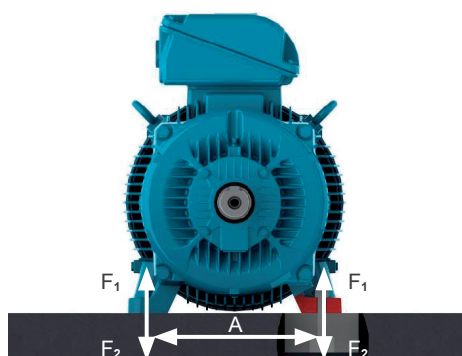

Figura 6.3: Motor instalado sobre base de concreto
Los esfuerzos sobre los cimientos pueden ser calculados por las ecuaciones (ver Figura 6.3 de la página 109):
- Bases metálicas: más comunes para motores de pequeño tamaño (ver Figura 6.3 de la página 109).